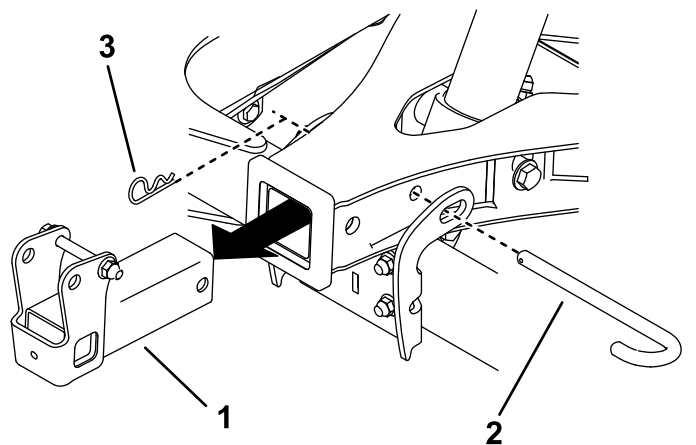

Figure 28
7. Déposez la goupille d'attelage, la goupille fendue et le dispositif d'attelage de l'accouplement en A. Installez la goupille d'attelage et la goupille fendue pour fixer l'accouplement en A (Figure 28).